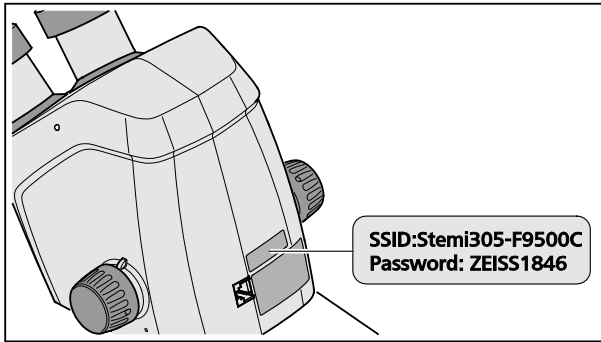

Fig. 7 Étiquette au dos de l'appareil
- L'étiquette figurant au dos du corps de microscope (Fig. 7) indique l'identifiant (SSID) du réseau WLAN réglé à l'usine et le mot de passe WLAN de l'appareil. Le SSID et le mot de passe WLAN peuvent être modifiés ultérieurement par l'utilisateur dans une page web de configuration du WLAN.